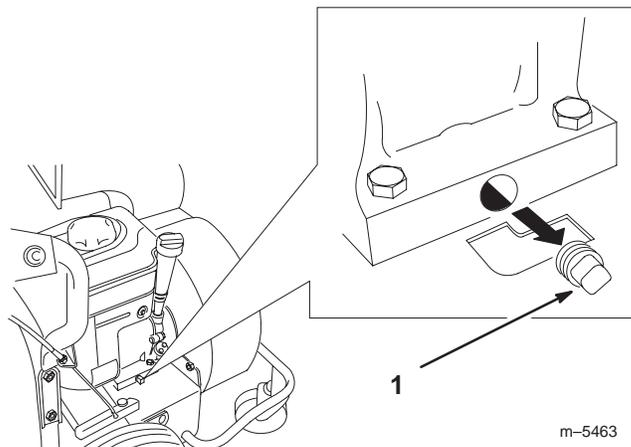

Figure 21
4. Nettoyez la surface autour du bouchon de vidange (Fig. 21).